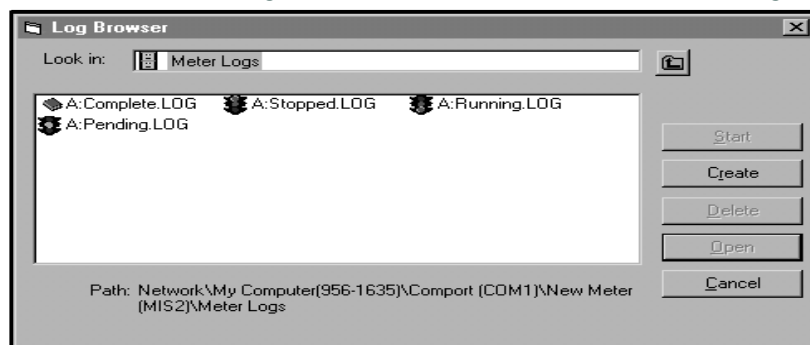

Figura 25: Finestra del browser dei registri
3. Fare doppio clic su *Registri PC* per accedere ai registri PC memorizzati o sul nome della *porta di comunicazione* e sul nome dello *strumento* per accedere ai registri dello strumento memorizzati. In entrambi i casi, il *Browser dei registri* viene visualizzato come nella Figura 25.